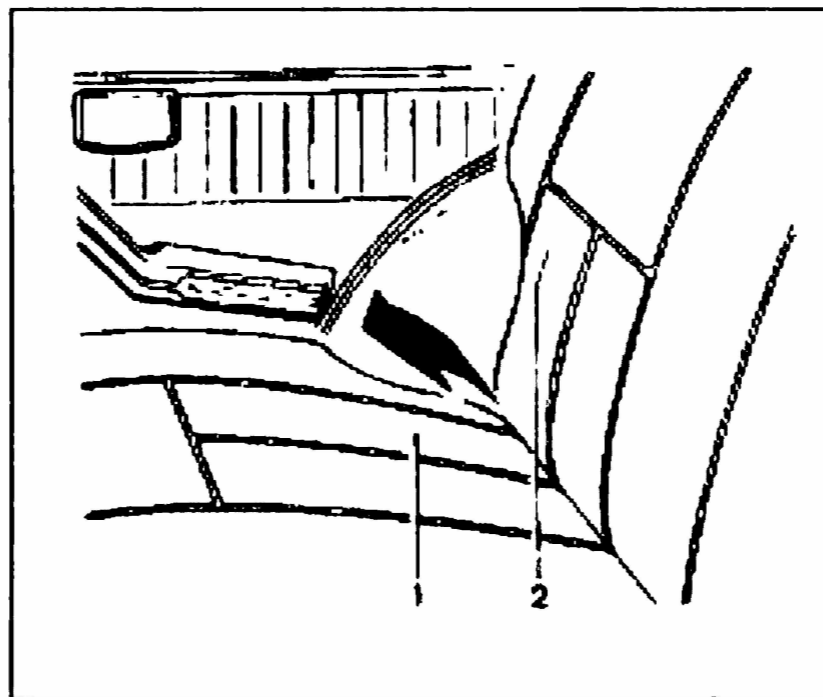

Рис.12.Заднее сиденье в пассажирском варианте
- просуньте руку между подушкой 1 (рис.12) и спинкой 2 и откиньте подушку в вертикальное положение;